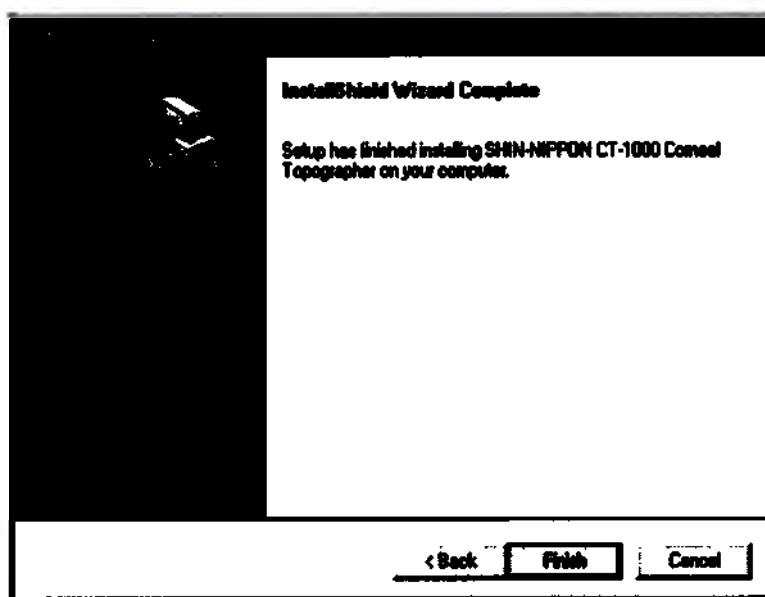

Рис.7
8. После окончания установки на экран будет выведено окно с соответствующим сообщением, щелкните мышью на кнопке **Finish** для полного завершения установки (рис.7)